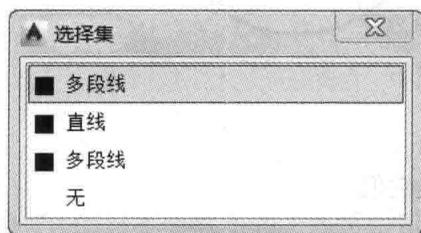

图 1-8 “选择集”对话框
- 选择重叠或靠近的对象：确保在状态栏中选中“选择循环”按钮  以启用“选择循环”功能，将光标置于要选择的对象处时将出现一个图标 ，该图标表示有多个对象可供选择，此时单击对象则弹出“选择集”对话框，用户可利用此对话框查看可用对象的列表，如图 1-8 所示，然后在列表中单击以选择所需的对象。